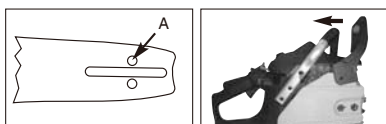

Fig. 3A
Se till att svärdet och kedjar får olja genom att **ENDAST ANVÄNDA SVÄRD SOM DET URSPRUNGLIGA** med oljeöppningarna (A) enligt bilden. (Fig. 3A)